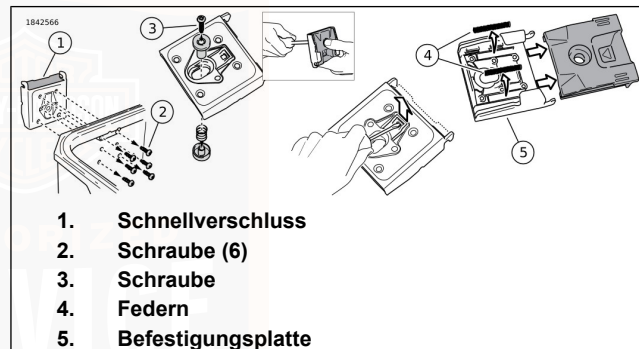

Abbildung 61. Seitenkoffer-Scharnier
1. Siehe Abbildung 61. Die Schrauben (2) an der Innenseite des Koffers lösen, um den Schnellverschluss (1) zu entfernen.
2. Die Schraube (3) entfernen.
4. Den Schnellverschluss und die Federn (4) von der Befestigungsplatte (5) entfernen.